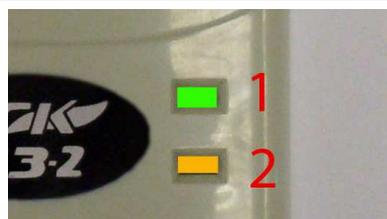

Рисунок 17. Индикаторы сигнализатора СЗ-2. Рабочий режим.
5.6 Спустя 3 минуты индикатор 1 загорается зеленым цветом. Индикатор 2 продолжает гореть желтым светом(см. рис. 17). Сигнализатор вышел на рабочий режим. Если индикация отличается от описанной см. п.б.